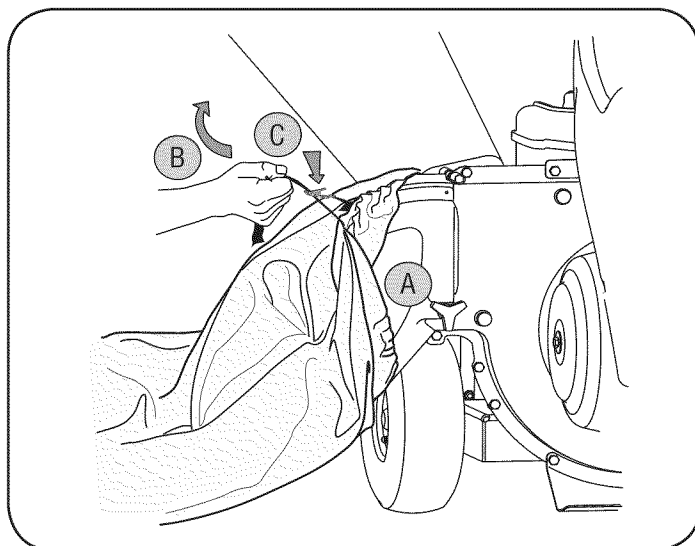

Figura 8
- C. Vuelva a sujetar la tira de extracción sobre sí misma, apriétela contra el canal deflector para que quede firme en su lugar. Vea la Figura 8.